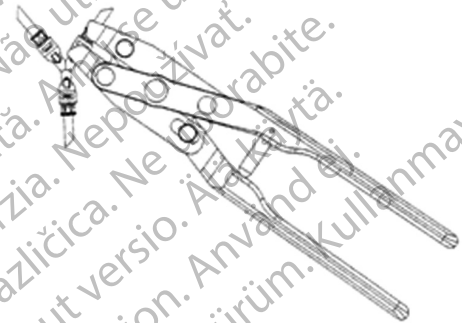

Figura 4-36. Herramienta de montaje de conexión rápida (abordaje desde el lado del conector de 3 vías)
9. Cuando use un conector de 3 vías, la herramienta de montaje debe usarse 3 veces, una vez en cada extremo del conector. La herramienta de montaje debe engancharse desde el lado de cada extremo del conector. Adelante el tubo a cada extremo del conector hasta que el tubo toque la pared interior del conector, según se ve a través de la ventana del conector. (Figura 4-36)